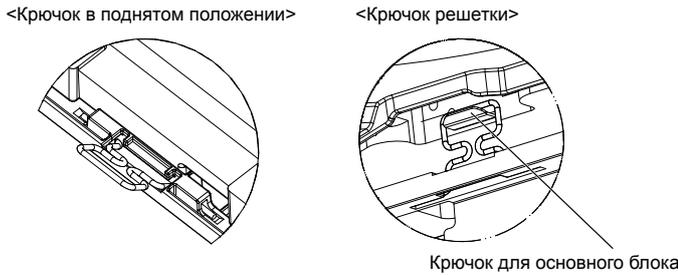
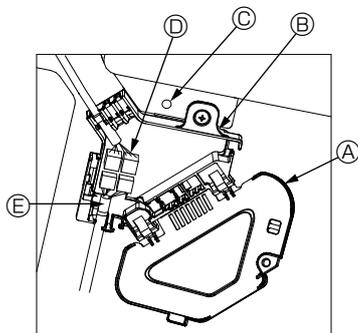

Fig. 10-5
Fig. 10-8
• Совместите отверстия для винтов в углах решетки с монтажными отверстиями в углах основного блока, зафиксируйте два крючка на решетке на выступах дренажного поддона основного блока и временно подвесьте решетку. (Fig. 10-5)
• После затяжки винта убедитесь, что два крючка решетки (Fig. 10-5) зафиксированы на крючках на основном блоке.
① Снимите один винт, которым крепится крышка коннекторной коробки, а затем откройте крышку.
② Надежно подключите переходное соединительное устройство мотора дефлектора и соединитель провода мотора дефлектора панели в коннекторной коробке. (Fig. 10-8)